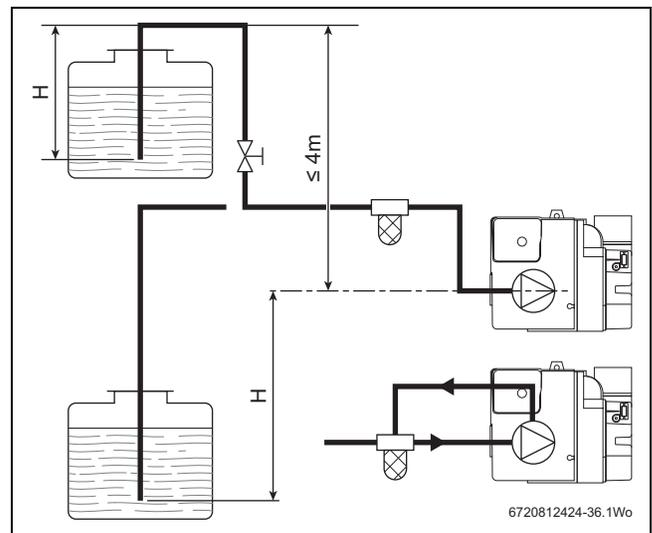
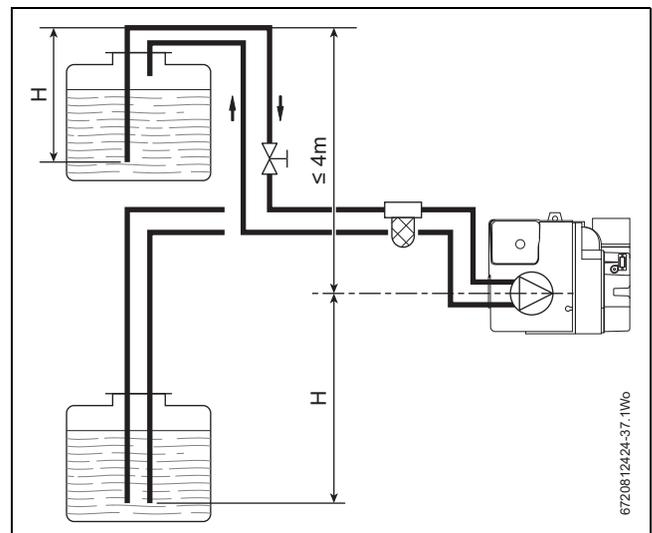

Fig. 14
Fig. 15
► Dans les installations en figure 14 et 15, mettre en marche le brûleur et attendre l'amorçage.
Tab. 7 Se reporter à la fig. 14 et à la fig. 15
Dans les installations par dépression figure, figure 15